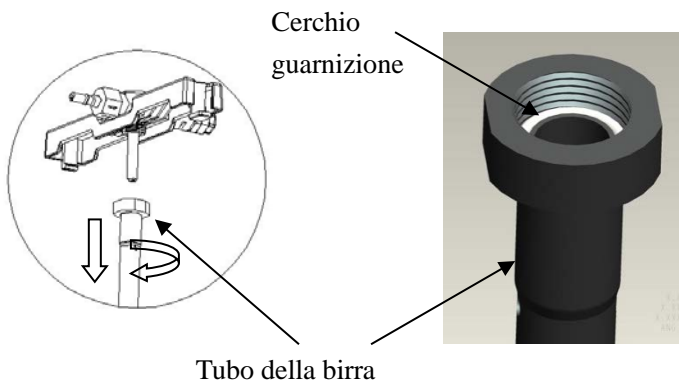

Figura 34
C. Sostituire il cerchio di tenuta del tubo della birra (come mostrato in figura 34)